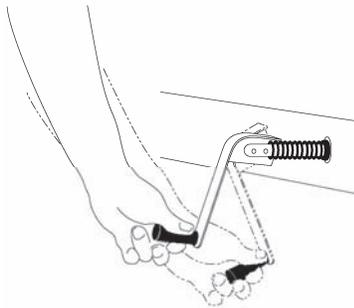

Figure 2.1A
- **Pour extraire une manivelle fixe de dessous le lit (Figure 2.1A) :** Saisissez la poignée de la manivelle et tirez vers soi. Elle se placera automatiquement en position d'utilisation.